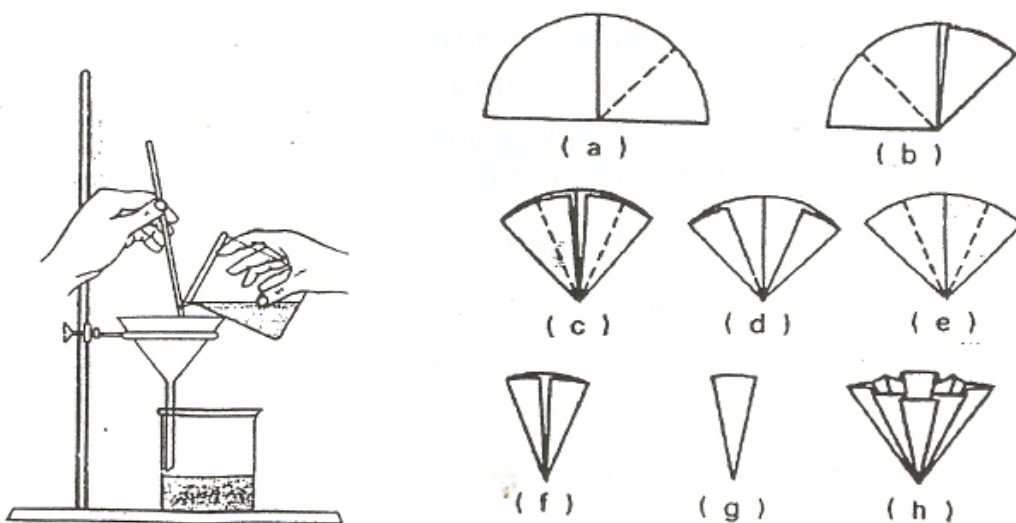

Figura 1 – Sistema de filtração simples.
- 3- Monte um sistema de filtração simples, conforme Figura 1. Filtre 50 mL da mistura obtida no item 1. Obtenha o filtrado num béquer de 100 mL. Observe o que acontece e anote o seu resultado.